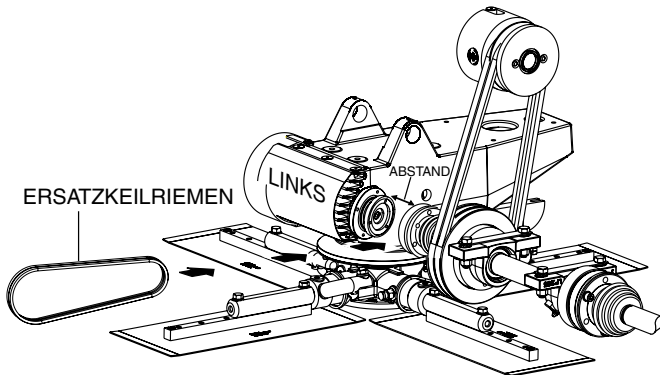

Abbildung 25. Verlauf des Ersatzantriebsriemens
3. Sobald das Gleichlaufgelenk von der Kupplung des linken Getriebes getrennt wurde, drücken Sie das Gleichlaufgelenk nach innen, damit zwischen Kupplung und Gleichlaufgelenk ein Spalt (Abbildung 25) entsteht.
4. Schieben Sie die Ersatzriemen zwischen den Spalt (Abbildung 25), der zwischen dem linken Getriebe und dem Gleichlaufgelenk besteht.